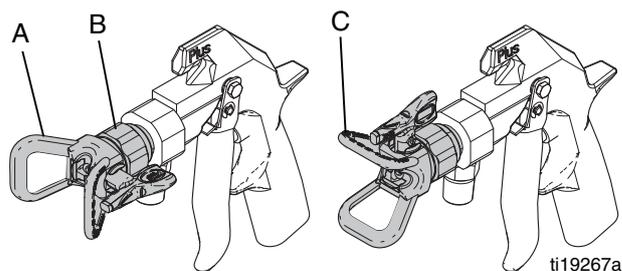

FIG. 3
1. Per regolare il ventaglio di spruzzatura, scaricare la pressione. Allentare il dado di ritenzione della protezione dell'ugello (B). Ruotare la protezione dell'ugello fino a raggiungere un ventaglio di spruzzatura verticale o orizzontale. Vedere la FIG. 3. Serrare il dado.